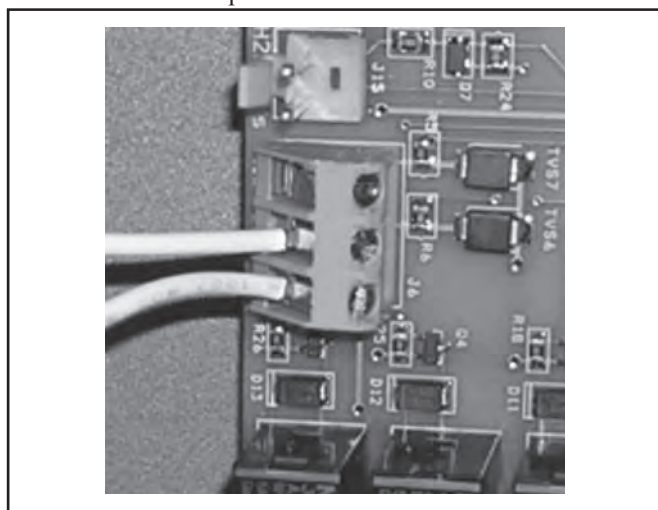

Figure 11b. Connexion à AquaLink® RS ou TSTAT à distance (Connexion à 2 fils)
4. Connecter le câblage depuis le système de commande de la piscine et du spa jusqu'à la borne de la télécommande de la thermopompe (Voir Figure 11b).